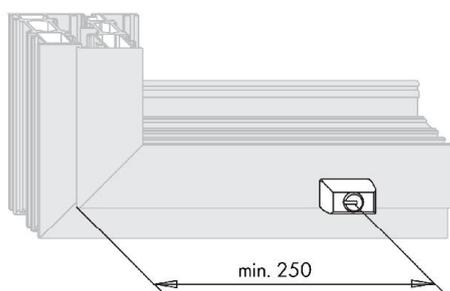

Bild 1
- Flügel** Dreh Sperre LM (1) in vorgesehene Bohrung $\varnothing 12,5^{1)}$ ($\varnothing 13,5^{2)}$ (Bild 1) positionieren und mit Zylinderschrauben (2) befestigen (Drehmoment $2,5 \pm 0,25$ Nm).
- A** Schließteil (3) mit vormontierten Gewindestiften (mittig zur Dreh Sperre LM (3) im Rahmen befestigen.
- B** Bei einer Überslaghöhe von 6,5 bis 7,5 mm Distanzstück (4) von unten in die vorgesehene Nut des Schließteiles (3) einlegen.